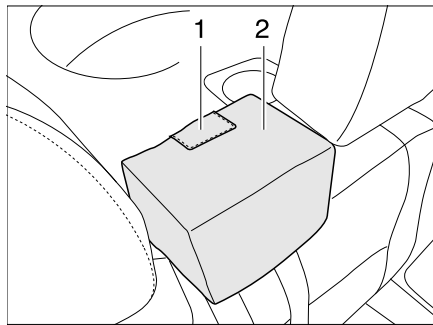

Bild 11 Sicherheitsgurt Sitzbank
- Die Gurtsäule (Bild 11,2) mit beiden Händen kräftig nach unten drücken und loslassen.
- Auf den gekennzeichneten Bereich (Bild 11,1) des Polsters drücken.